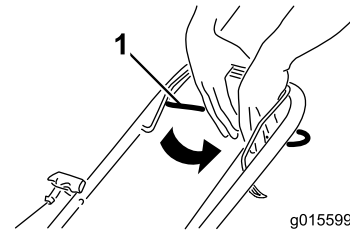

**Рисунок 14**
2. Потяните пусковую рукоятку с обратным ходом (Рисунок 14).